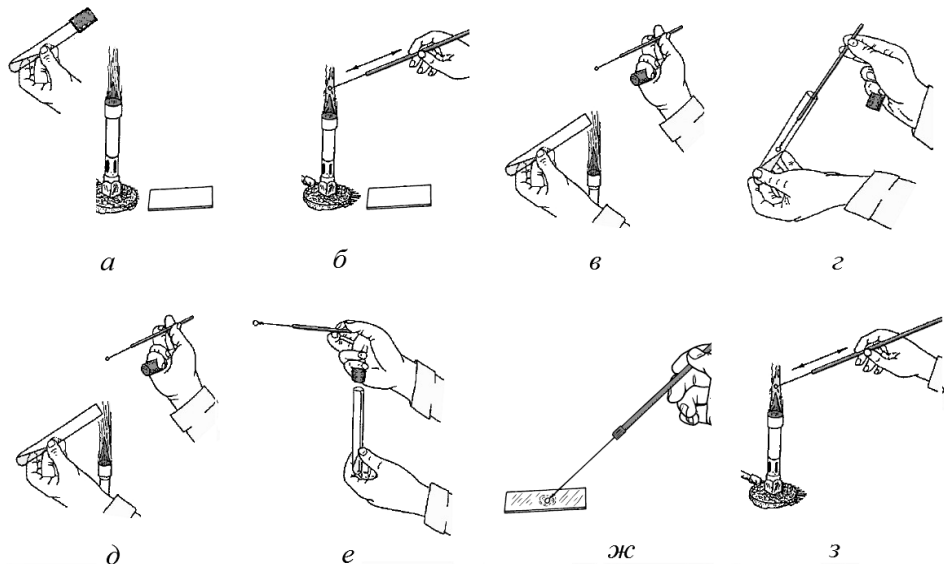

Рис. 1.3. Схема відбору біомаси мікроорганізмів для виготовлення препарату
1. Приготуйте предметне та покривне скельця. Візьміть пробірку з культурою в ліву руку і помістіть її похило між великим і вказівним пальцем на відстані 3–5 см від полум'я (рис. 1.3, а).
2. Профламбуйте петлю (рис. 1.3, б).
3. Відкрийте пробірку, затискаючи корок правою долонею (рис. 1.3, в).
4. Стерильну петлю введіть у пробірку з культурою, охолодіть, доторкнувшись до внутрішньої поверхні пробірки, а потім візьміть нею невелику кількість біомаси мікроорганізмів (рис. 1.3, г).
5. Обпаліть краї пробірки та корка – закрийте пробірку, поставте її в штатив (рис. 1.3, *д-е*).
6. Петлею з біомасою зробіть штрих на склі, розітріть штрих петлею круговими рухами, щоб вийшла суспензія, що трохи опалісцує (рис. 1.3, *ж*).
7. Профламбуйте петлю (рис. 1.3, *з*).